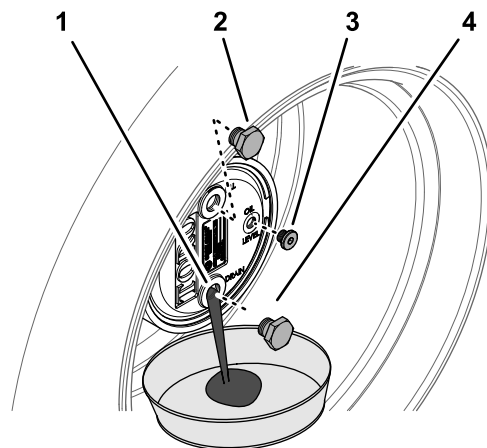

図 106
3. プラネタリハブの下にオイル回収容器を置き、6 時の位置にあるドレンプラグを外してオイルを抜く 図 106。
5. プラネタリハウジングのドレン穴にプラグを取り付ける 図 106。
2. 補給プラグが時計の 12 時を指し、点検プラグが 3 時の位置を指すようにマシンを駐車する 図 106。